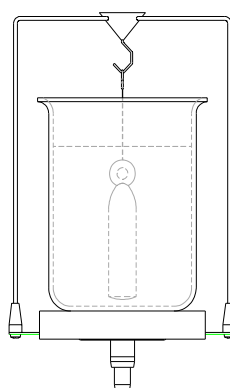

fig. 2
3. Poser le récipient contenant le liquide sur la balance, et y plonger le corps en verre. (le corps en verre ne doit pas toucher le fond) et appuyer sur «SET» (XB «REF») (voir fig. 2).